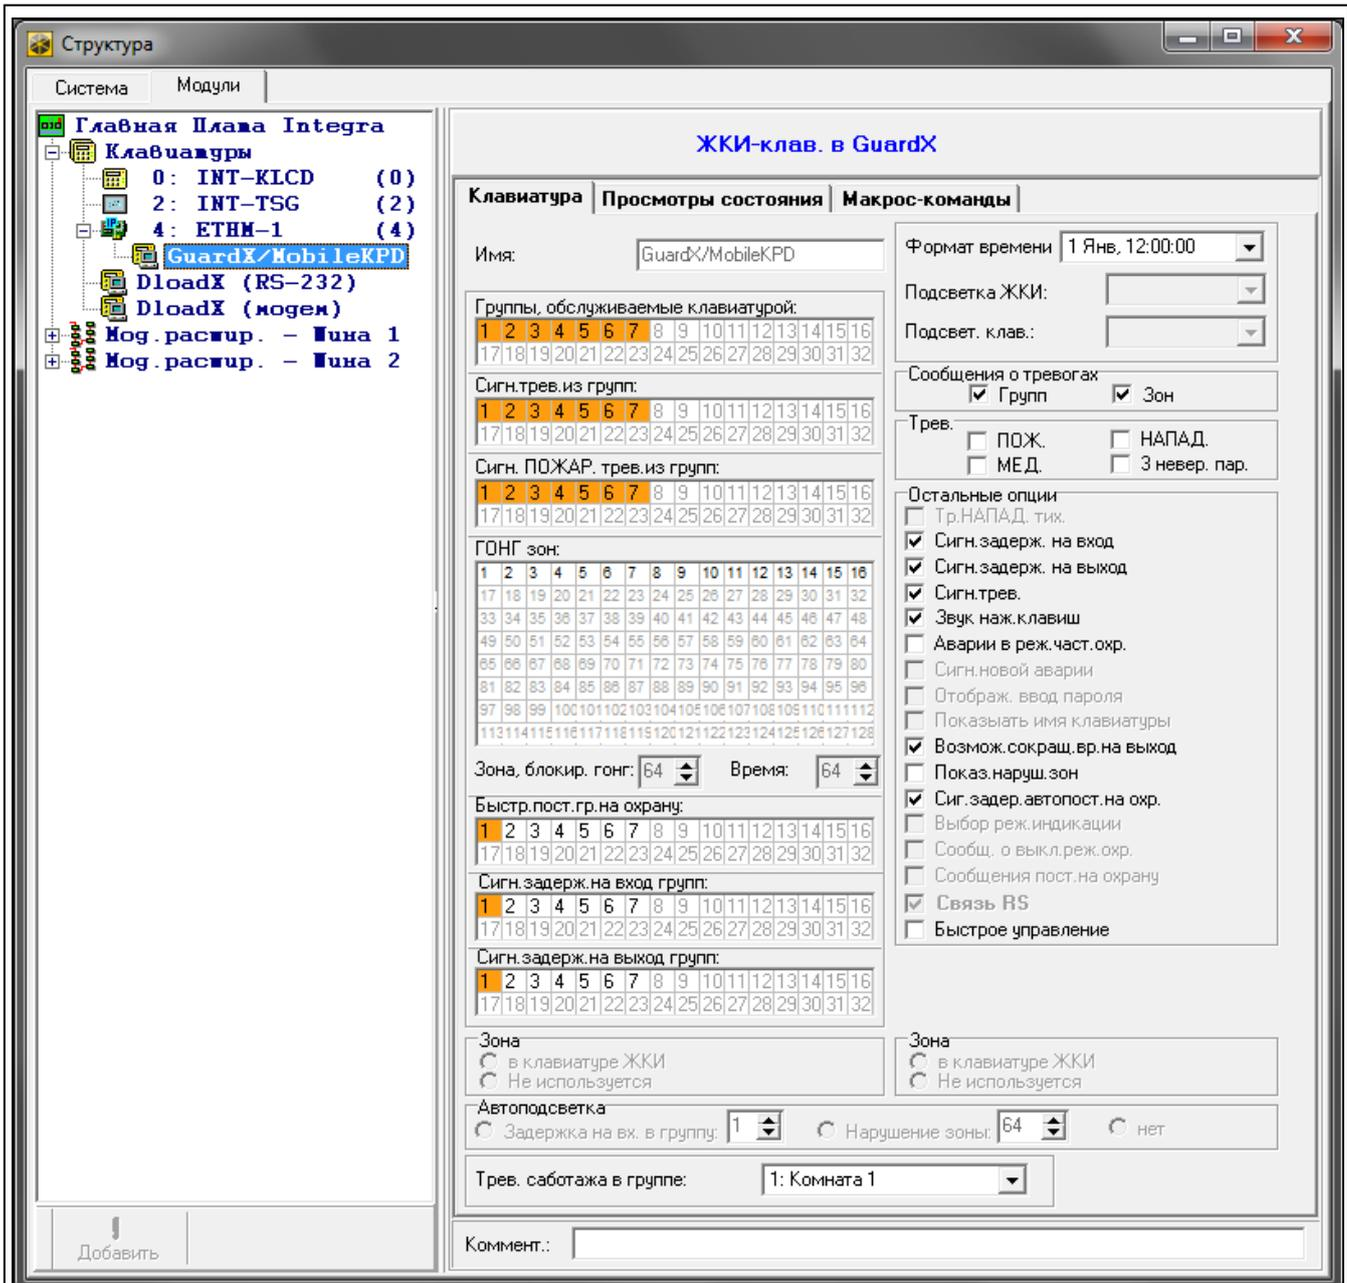

Рис. 7. Программа DLOADX: настройка виртуальной клавиатуры, доступной в программе GUARDX, интернет-браузере или мобильном телефоне.
- программы DLOADX: → окно «Структура» → закладка «Модули» → ветка «Клавиатуры» → [название модуля] → ветка «GuardX/MobileKPD» (рис. 7).7